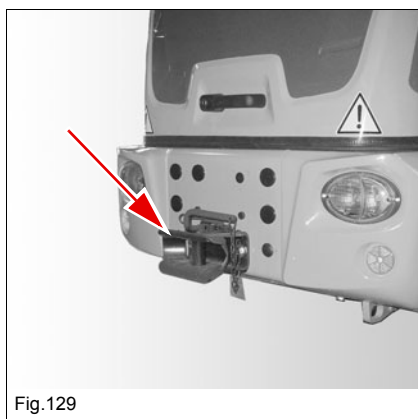

Fig. 129
- Til bugsering af køretøjet anvendes bugseringsanordningerne (Fig. 129).